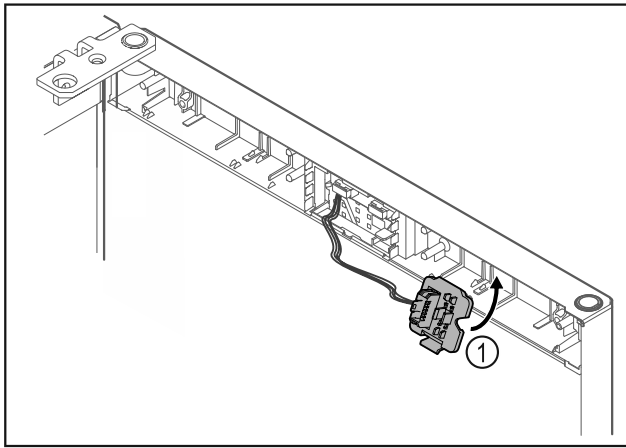

Fig. 17
- Paina pistokkeenpidin Fig. 17 (1) paikalleen vastakkaiselle puolelle.